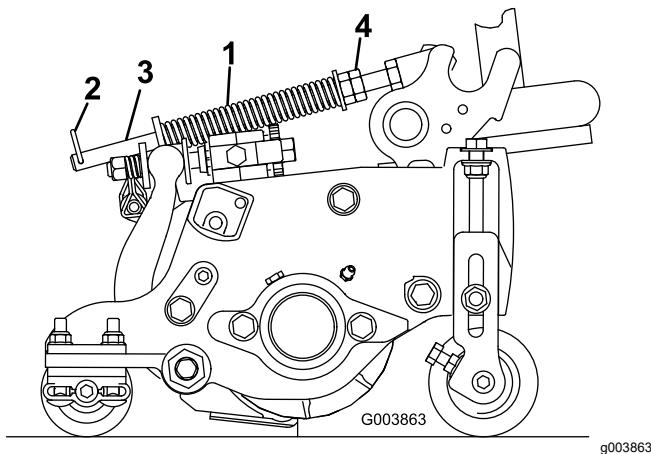

Figura 39
El muelle de compensación del césped (Figura 39) transfiere el peso desde el rodillo delantero al trasero. Esto ayuda a reducir el patrón de ondulación en el césped.
1. Asegúrese de que la chaveta está instalada en el orificio trasero de la varilla (Figura 39).
2. Apriete las tuercas hexagonales del extremo delantero de la varilla del muelle hasta que la longitud comprimida del muelle sea de 15.9 cm (6.25"); consulte Figura 39.